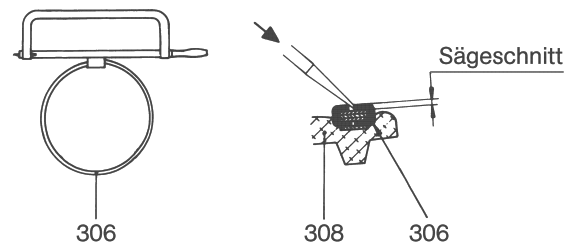

Bild 2: Entfernen der Gelenkschelle.
- Sechskantmutter (607) und Fächerscheiben (608) sowie Sechskantschrauben (606) entfernen.
- Sauggehäuse (505) über den Rotor (401) abziehen. Hierbei darauf achten, daß der feinbearbeitete Rotor nicht beschädigt wird.
- Dichtung für Sauggehäuse (501) abnehmen.
- Schloß an der Gelenkschelle (306) mit einer Metallsäge aufsagen und nach beiden Seiten mit einem Schraubendreher herausdrücken. Gelenkschelle (306) von der Gelenkmanschette (308) abnehmen (siehe Bild 2).